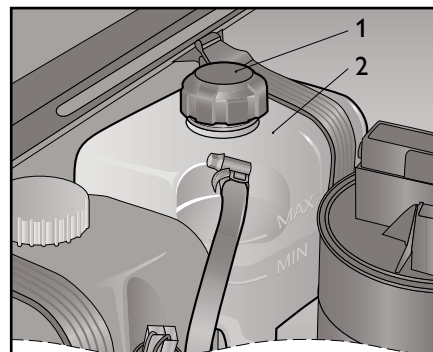

Рис. 42. Проверка уровня охлаждающей жидкости в расширительном бачке
■ Уровень охлаждающей жидкости в расширительном бачке должен быть между метками «MAX» и «MIN», нанесенными на корпусе бачка 2, рис. 42, который выполнен из полупрозрачного материала, позволяющего визуально контролировать уровень жидкости.